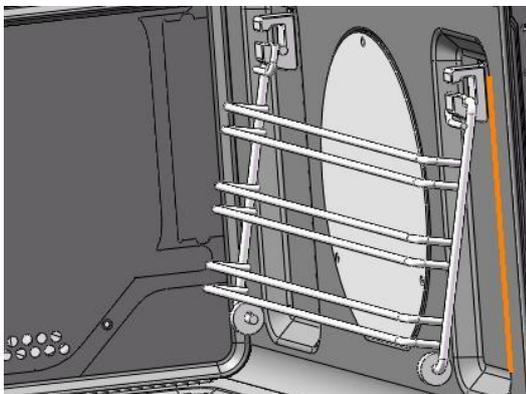

Fig.3
- A prateleira lateral suporta (Fig.3)